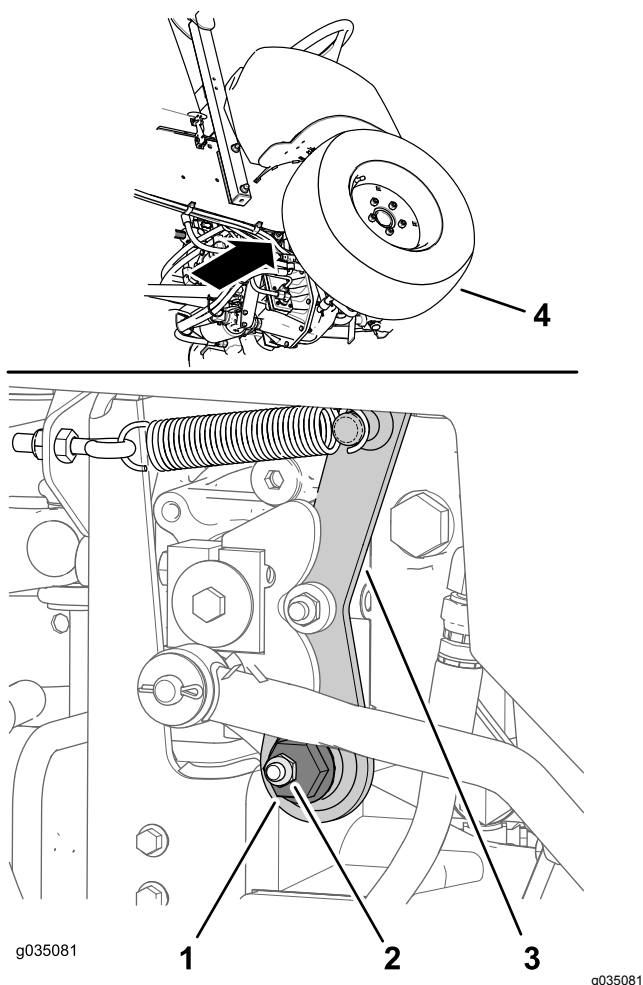

Bild 65
1. Die Exzentrerschraube befindet sich an der rechten Seite der Hydraulikpumpe unterhalb der Steuerkonsole (Bild 65).
- Lösen Sie die Befestigungsmutter bis Sie die Exzentrerschraube bewegen können (Bild 65).
- Drehen Sie die Exzentrerschraube gegen den Uhrzeigersinn, bis das Vorderrad beginnt sich vorwärts zu drehen, drehen Sie die Exzentrerschraube dann nach hinten, bis sich das Vorderrad rückwärts dreht (Bild 65).